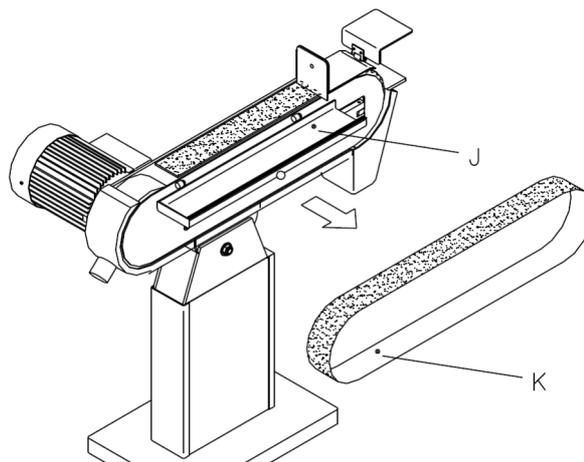

Abb. 7: Schleifbandwechsel
Schritt 2: Entfernen Sie das verschlissene Band (K, Abb.7), indem Sie das Band langsam gegen die Laufrichtung schieben und es gleichzeitig vom Treibrad seitwärts runterziehen.